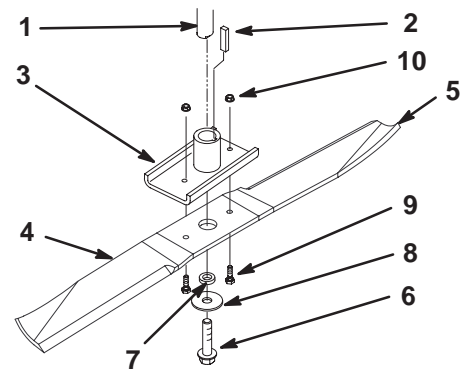

Figure 44
Tenez la lame à son extrémité avec un chiffon ou un gant épais. Enlevez le boulon de retenue, sa rondelle et son entretoise, ainsi que les boulons de cisaillement et les contre-écrous du porte-lame (Fig. 44).
1. Placez la clavette dans le porte-lame et montez ce dernier sur l'axe (Fig. 44).
2. Installez la lame, l'entretoise, la rondelle et le boulon de retenue sur l'axe (Fig. 44).
4. Placez la lame sur le porte-lame et fixez-la au moyen des boulons de cisaillement et des contre-écrous (Fig. 44).